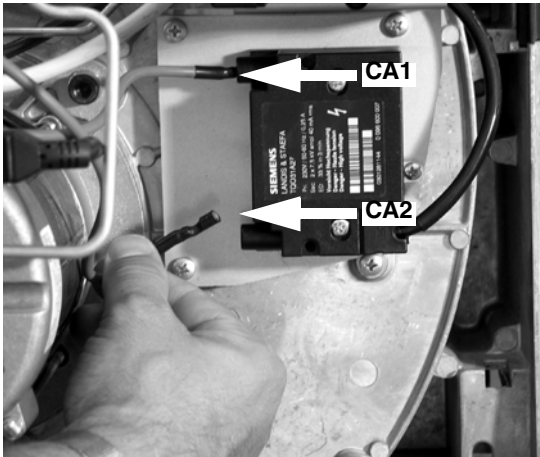

Fig. 22
- Extraer los cables de encendido CA1 y CA2 del transformador (Fig. 22).